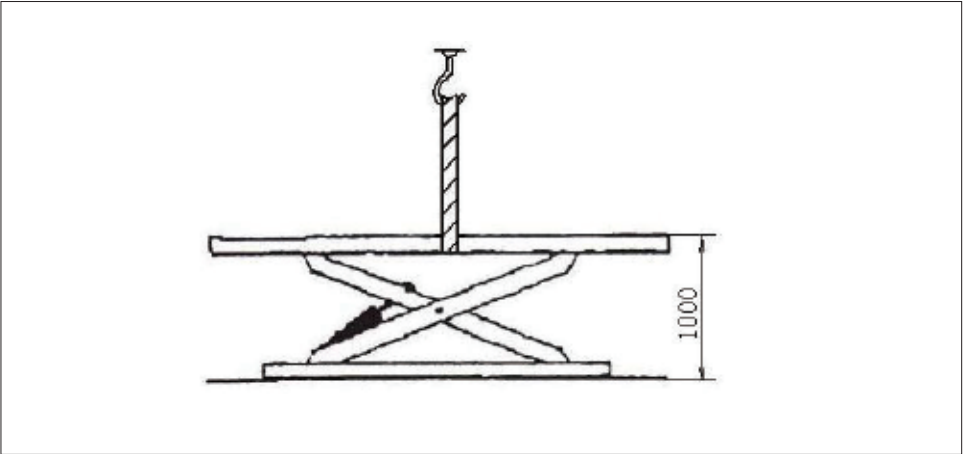

図5
- 取り付け場所は事前にコントロールテーブルまでの電気とガスを備えなければなりません。室内の高さは4000MM以上で、リフトのお勧めの取り付けはピットの中です。図5の要求通りに取り付けの基礎工事を行います。
テーブルの底に調節ブロック用フォークリフトや他の重量物運搬設備を入れてリフトのテーブル（図5を参照）を1000MM前後の高さに上昇させ、機械の安全装置の起動とロックを確保します。